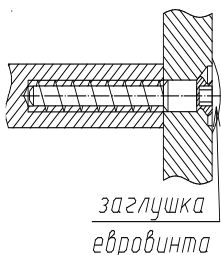
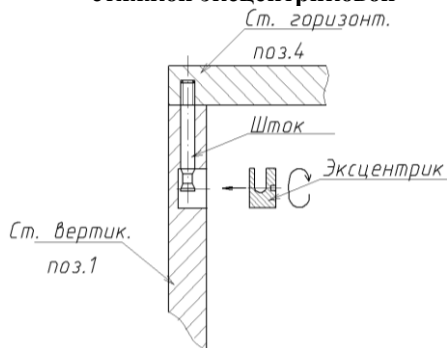

Рис.1
Рис.2
1. Собрать каркас изделия по схеме сборки с помощью евровинтов (рис.1) и стяжек эксцентриковых (рис. 2).